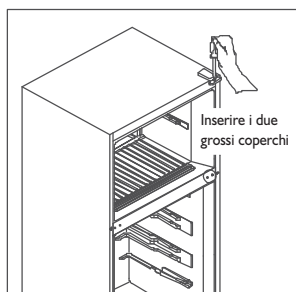

Fig. 4
4. Svitare la vite che trattiene il coperchio della cerniera superiore e rimuovere la stessa. Svitare le due viti che trattengono la cerniera superiore e rimuoverla. Inserire i due grossi coperchi - contenuti nel sacchetto del manuale utente - negli appositi fori presenti sul lato sinistro. (Fig. 4)